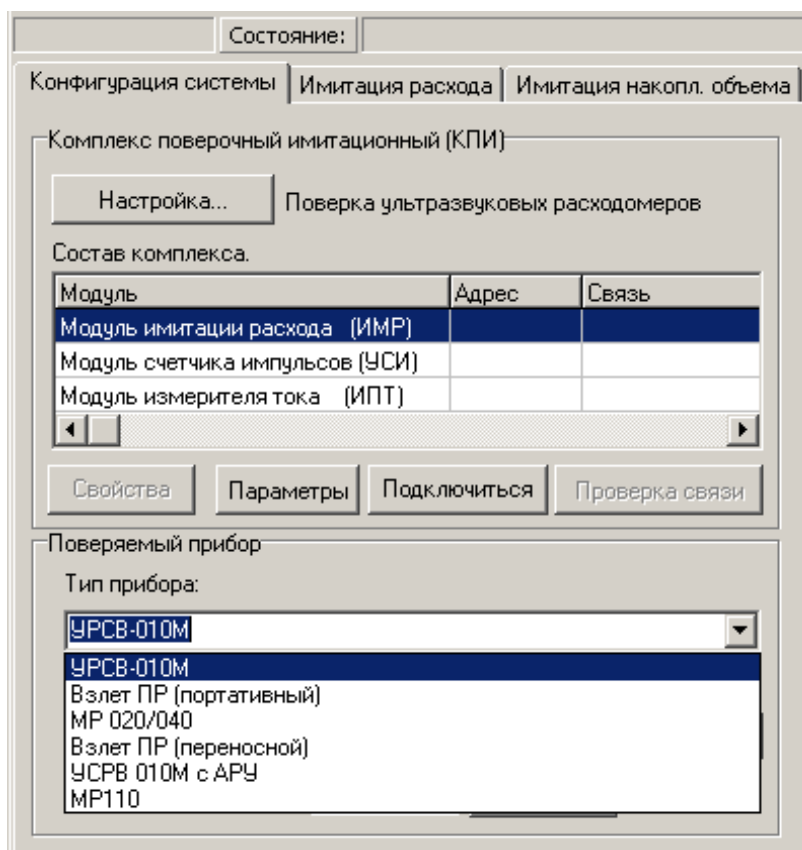

Рис. 7. Вид основного окна со списком типов поверяемых приборов.
- 2.4.1.6. Тип поверяемого прибора выбирают из списка, который разворачивается после активизации кнопки со стрелкой, расположенной справа от поля ввода **Тип прибора** (рис.7).